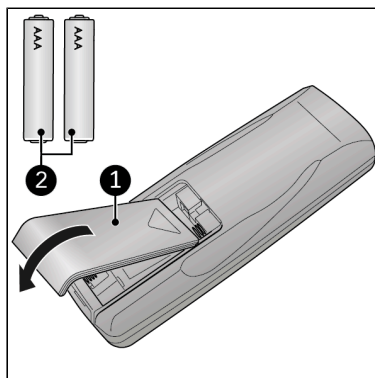

Figure 73.
1. Retirez le couvercle (Figure 73, pos. 1).
3. Insérez deux piles (AAA 1,5V) (Figure 73, pos. 2) dans le compartiment à piles, comme indiqué. Veillez à insérer les piles correctement.